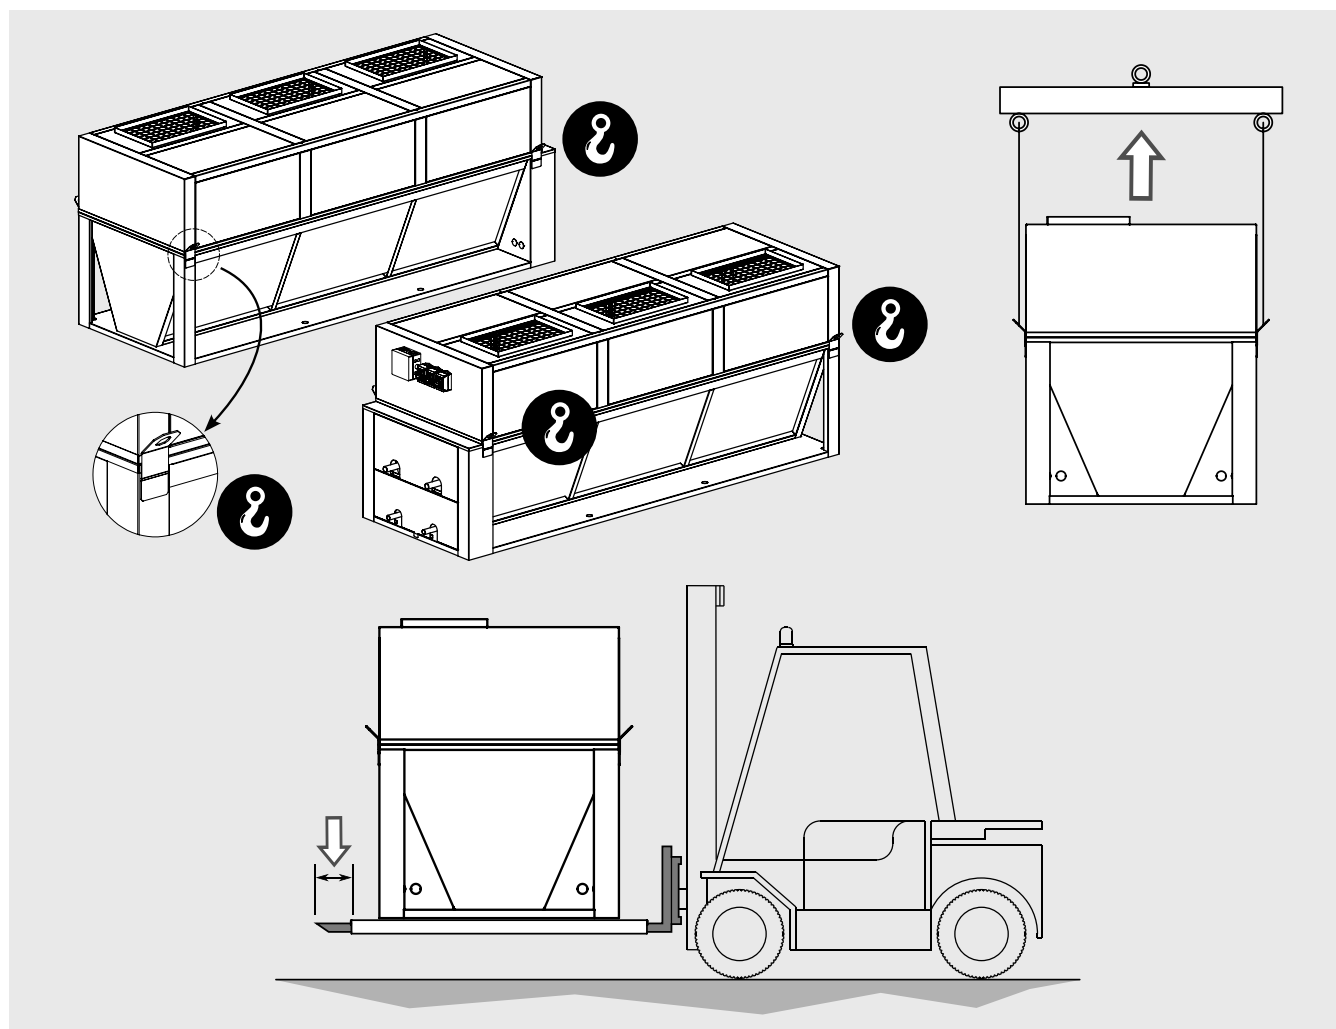

Abbildung 3
- 5.1 Das verpackte Modell muss von qualifiziertem Personal mit einem Gabelstapler mit ausreichender Kapazität oder mit einem Kran und/oder Laufkran bewegt werden (siehe Abschnitt 7). Vermeiden Sie jede plötzliche Bewegung und halten Sie sich nicht in der Nähe des Manövrierbereichs auf. Sichern Sie Modelle vor der Handhabung immer am Hebezeug. Eine große Bodenwelle oder ein starker Stoß kann zum Umkippen des Modells führen (siehe "Abbildung 3").